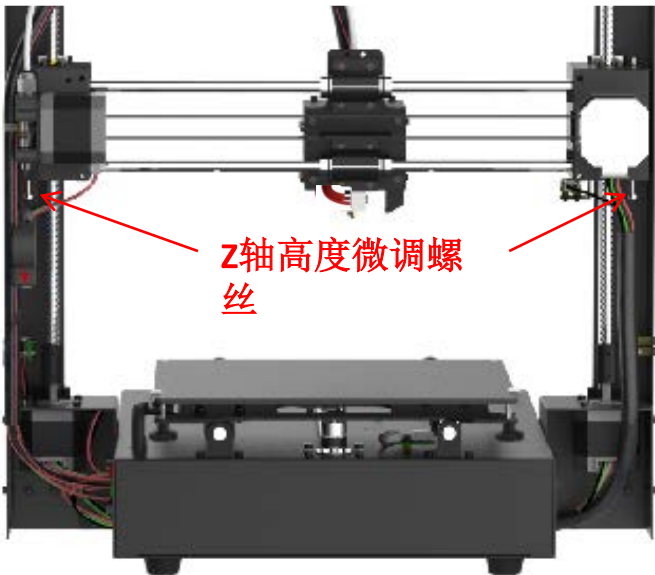

图 16
2. 如图16，X轴两端分别有一颗“Z轴高度微调螺丝”，此螺丝下端在机器归零时会触碰到Z限位开关，从而“告诉”机器，此时Z轴已归零，停止移动。